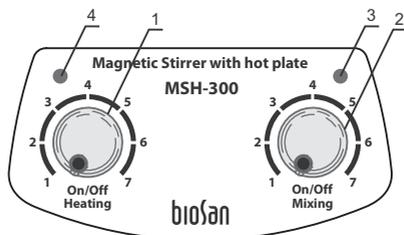

Рис. 2. Рабочая панель
- Регулятором **Mixing** (рис. 2/2) включите режим перемешивания и установите необходимую скорость перемешивания. При этом яркость индикатора (рис. 2/3) будет увеличиваться по мере увеличения устанавливаемой скорости перемешивания.
- Регулятором **Heating** (рис. 2 /1) включите нагрев и установите необходимую температуру. При этом загорится индикатор Heating (рис. 2/4), который будет гореть до достижения установленной температуры, после чего он начнет мигать.
Примечание. Если текущая температура плитки превышает установленную температуру на 30°C , нагрев отключается. Индикатор **Heating** (рис. 2/4) начинает мигать (4 раза в секунду), пока текущая температура не достигнет установленной температуры.